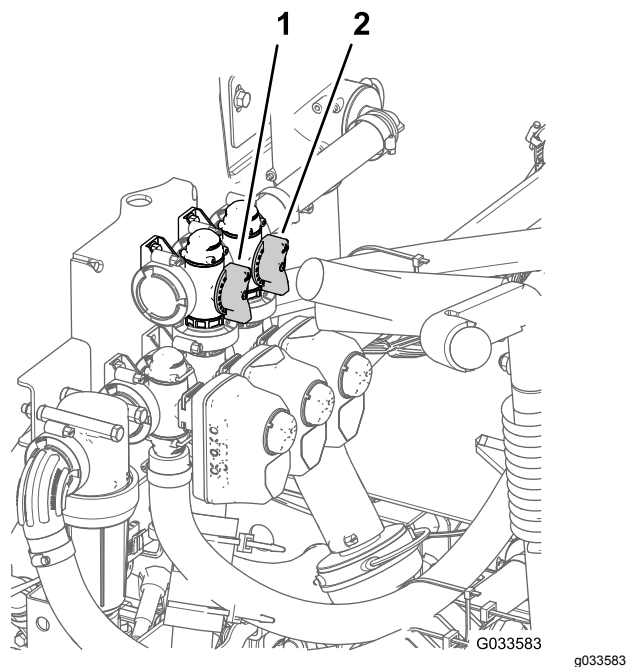

Figure 86
11. Réglez la vanne de dérivation (Figure 86) à l'arrière de la vanne d'agitation jusqu'à ce que la pression indiquée soit 6,9 bar.
8. Déplacez la poignée de dérivation générale des rampes de manière à réguler l'agitation à l'intérieur de la cuve (**Figure 86**).